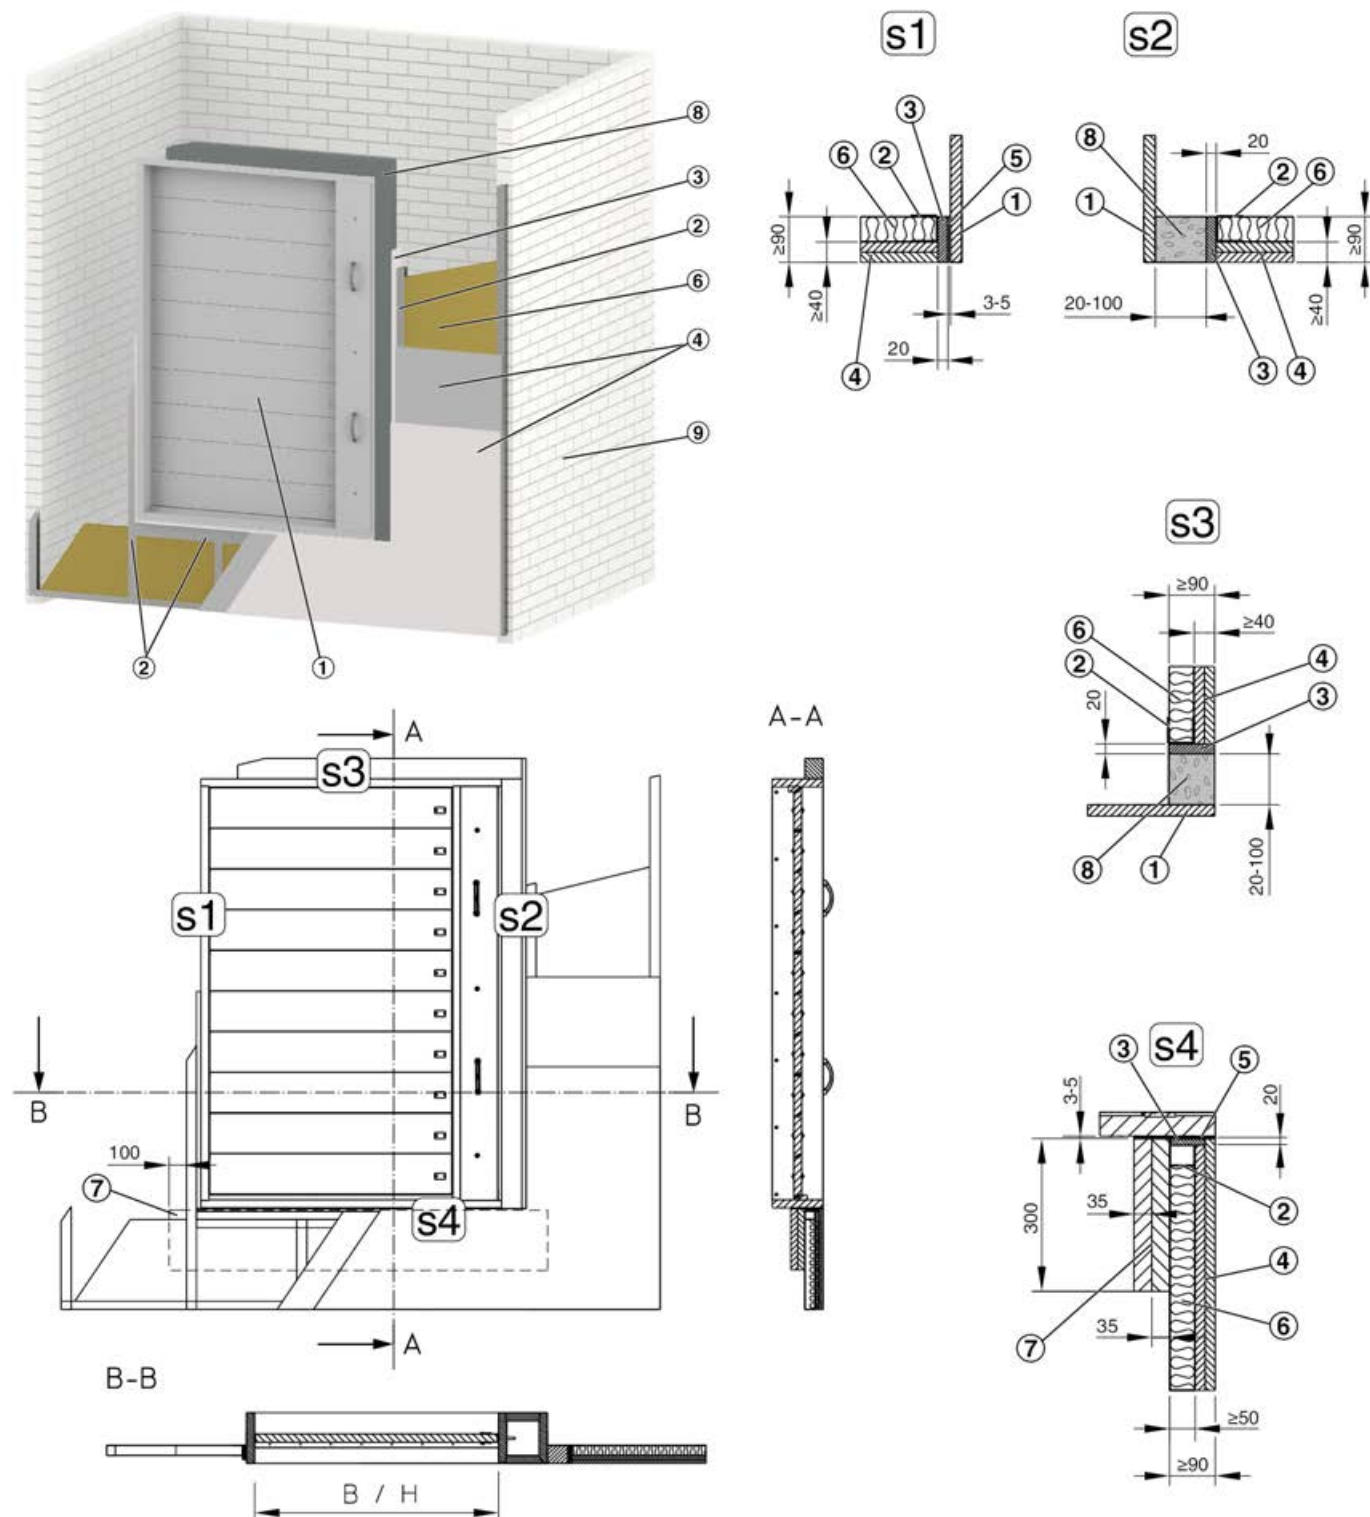

Fig. 26: Instalación en pared ligera, patinillo
2. ▶ Cree los marcos de instalación ( Fig. 26 /3).
3. ▶ Cree el panel de refuerzo ( Fig. 26 /7):